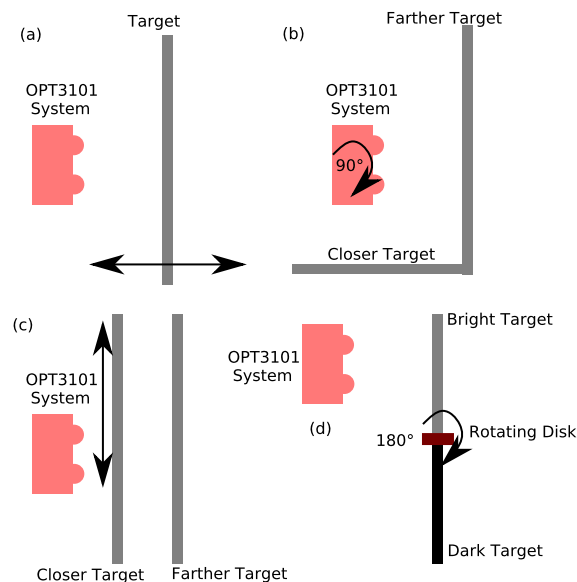

图 8. 相位偏移校准设置
- 图 8 显示了用多个目标进行相位偏移工厂校准的几个设置示例。